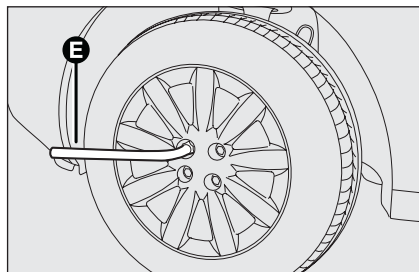

fig. 12
- ❑ allentare di circa un giro i bulloni di fissaggio, utilizzando la chiave in dotazione E- **fig. 12**; per vetture dotate di cerchi in lega, scuotere la vettura per facilitare il distacco del cerchio dal mozzo della ruota;